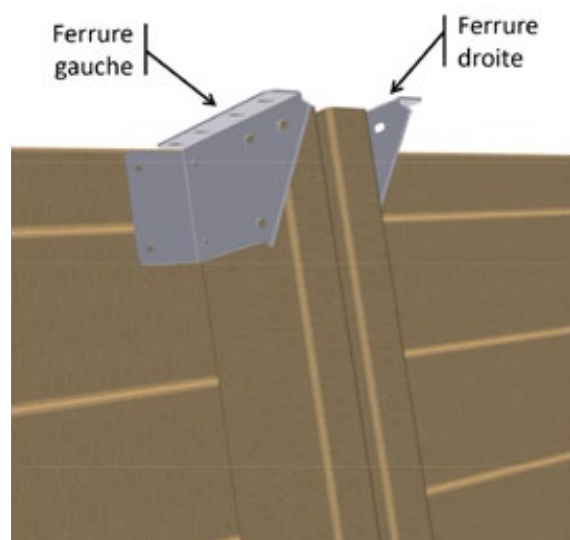

Figure 17 – Mise en place des ferrures en haut des jambes de force
- En haut des jambes de force, mettez en place quatre ferrures « droite » et quatre ferrures « gauche » du kit « Éléments de fixation » selon la Figure 17. Utilisez 6 vis penture 6 × 20 en inox A2 (sachet G) par ferrure, soit un total de 48 vis.